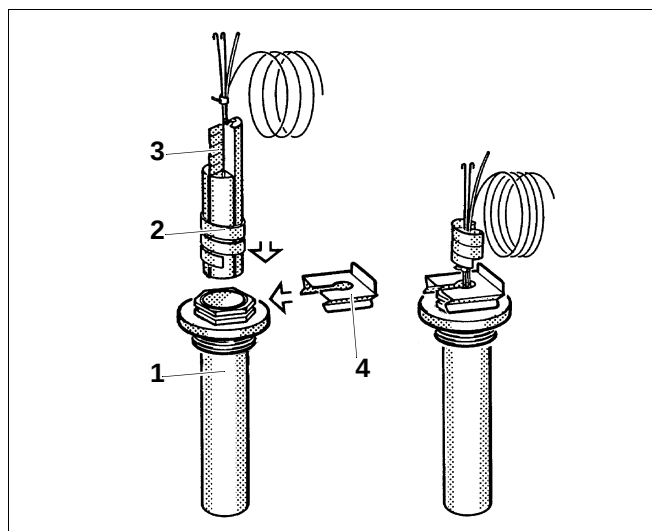

Fig. 19 Doigt de gant et sonde de température
- Enfoncer les sondes de température jusqu'en butée dans le doigt de gant (fig. 19, **pos. 1**). La spirale synthétique (fig. 19, **pos. 2**) s'expulse automatiquement. Le ressort de compensation (fig. 19, **pos. 3**) doit également être glissé dans le doigt de gant (fig. 19, **pos. 1**).
- Pousser l'arrêt de sécurité (fig. 19, **pos. 4**) (étendue de livraison de la régulation) du côté ou d'en haut sur la tête du doigt de gant.
Légende fig. 19